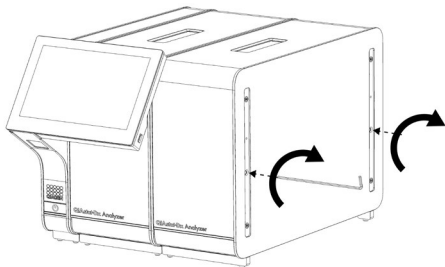

图 16. 对齐和连接附加分析模块。
4. 将附加分析模块与现有分析模块对齐。使用 QIAstat-Dx Analyzer 1.0 自带的分析-运行模块装配工具拧紧螺丝（图 16）。